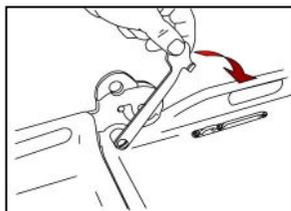

Figure 18
- Rabaisser et bloquer les leviers de verrouillage, selon les étapes des figures 18 à 20.